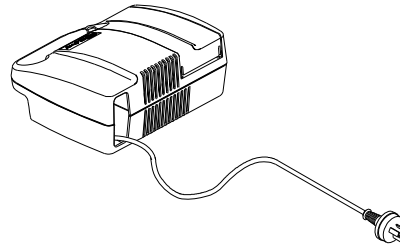

FIGURE 3 - EMBLACEMENT DU CORDON ELECTRIQUE
7. Retirez le cordon électrique du compartiment de rangement à l'arrière de l'appareil (**FIGURE 3**).